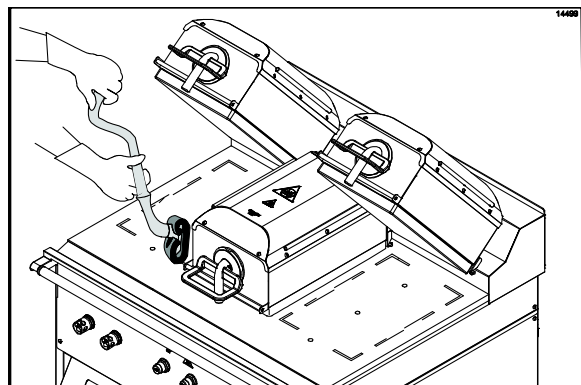

Figura 94
20. Aplique a solução para limpeza de grill nos dois lados do platen do meio. (Veja a Figura 94.)